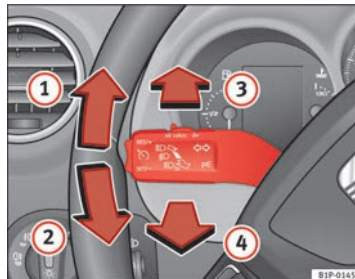

Fig. 76 Palanca de intermitentes y de luz de carretera
- Desplace la palanca hacia arriba hasta el tope ⇒ fig. 76 ① para encender el intermitente **derecho** o bien hacia abajo ②, para encender el intermitente **izquierdo**.
- Si las luces de cruce están activadas pulse la palanca hacia adelante ⇒ **fig. 76 ③** para encender la luz de carretera.
- Pulse la palanca hacia el volante ⇒ **fig. 76 ④** para apagar la luz de carretera.